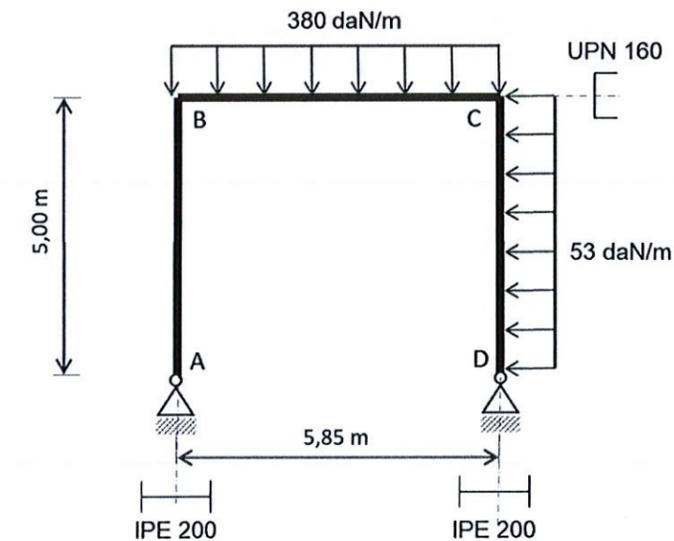

Figure 6
Le schéma mécanique simplifié est donné par la **figure 6**.
**Question 18 :** Déterminer le degré d'hyperstaticité de la structure **figure 6**.